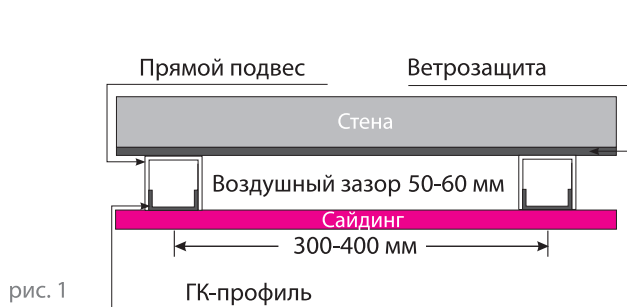

рис. 1
Для горизонтальной обшивки профиль монтируется вертикально на расстоянии 300-400 мм от осей (рис. 1 2). Устанавливаются они полностью вокруг дверей, окон и других проемов; во всех углах; и наверху, и внизу зашиваемой поверхности. Чтобы создать ровную поверхность для обшивки и избежать волнистых поверхностей, обрешетка выравнивается при помощи прямых подвесов.
- ▷ смонтируйте при помощи шуруповерта и саморезов обрешетку из профиля для гипсокартона (рис. 1)